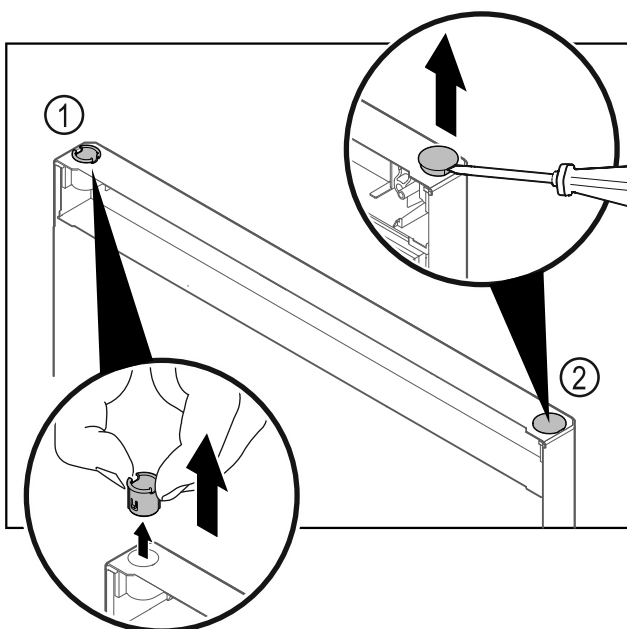

Fig. 29 Gefrierteiltür
- Scharnierbuchse Fig. 29 (1) mit den Fingern herausziehen.
- Abdeckstopfen Fig. 29 (2) vorsichtig mit einem Schlitzschraubendreher anheben und herausziehen.